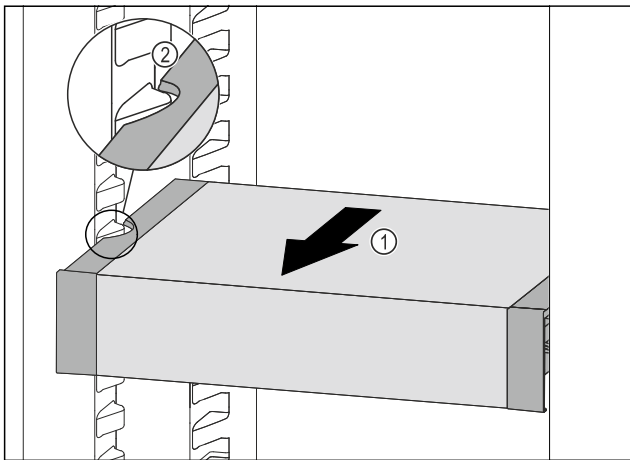

Fig. 87
- Vedä VarioSafe-laatikkoa ulospäin Fig. 87 (1), kunnes VarioSafen sivuilla olevat lovet ovat jääkaappiosassa olevien kannattimien tasolla. Fig. 87 (2)